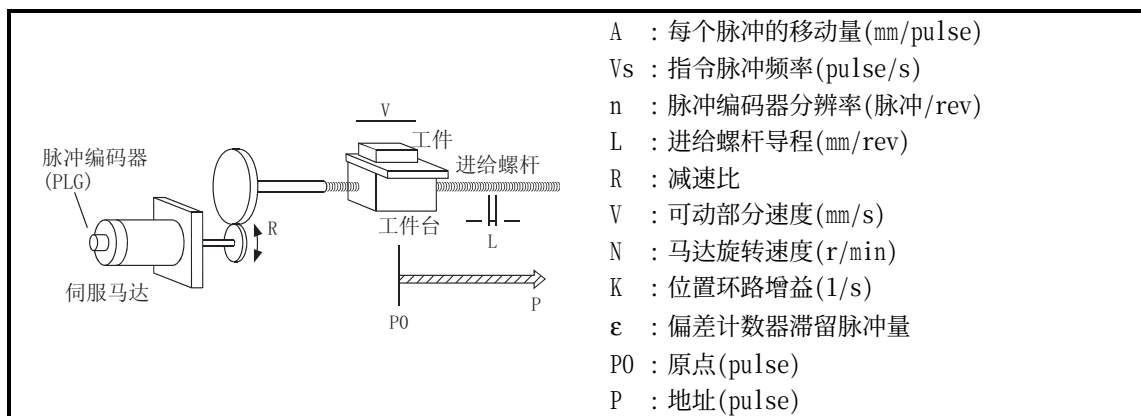

图 1.4 使用了螺杆的系统
- (a) 在图 1.4 的系统中, 每个脉冲的移动量、指令脉冲频率和偏差计数器的滞留脉冲量可通过下式算出。